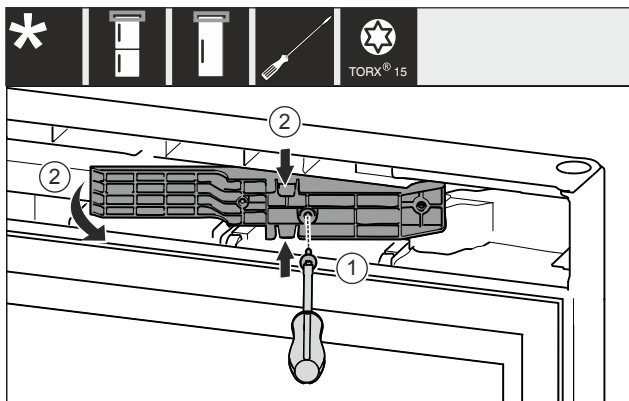

Fig. 12*
- ▶ Desserrer les vis avec un tournevis T15. Fig. 12 (1)*
- ▶ Sortir l'adaptateur. Fig. 12 (2)*